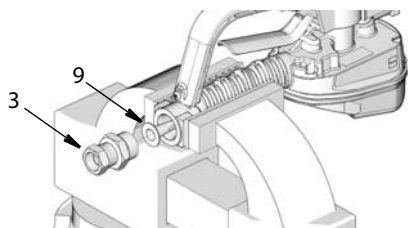

Рис. 2
2. Установите на впуск фильтр (9) и фитинг (3) (Рис. 2). Затяните фитинг гаечным ключом.
**ПРИМЕЧАНИЕ:** Для установки фильтра (9) уплотнительное кольцо не требуется. Требуется уплотнительное кольцо, установленное на фитинг (3).